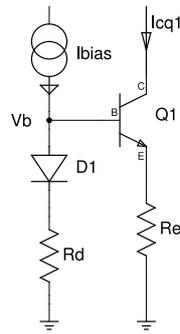

Figura 9.12: Opción para mejorar control de corriente de polarización salida
- Diodo y resistencia (figura 9.12): El esquema es bastante intuitivo: la corriente de polarización (I_{BIAS}) fija la tensión de base (V_B), que a su vez determina la corriente de polarización. Tras complejos cálculos, se pueden llegar a relaciones de corrientes que minimizan la dependencia de la corriente de polarización con la temperatura.
Ejemplo: La simulación del circuito de la figura 9.12 con I_{bias} de $900 \mu A$, $D1=1N4148$, $R_e=1 \Omega$, $D1$ y $Q1$ usando los modelos del 1N4148 y BD135 suministrados por los fabricantes indican el siguiente resultado: I_{CQ1} 19 mA @ $0^\circ C$, 15 mA @ $60^\circ C$; $V_B=750$ mV @ $0^\circ C$, 640 mV @ $60^\circ C$. Estas corrientes de reposo son muy adecuadas para combatir la distorsión de cruce.